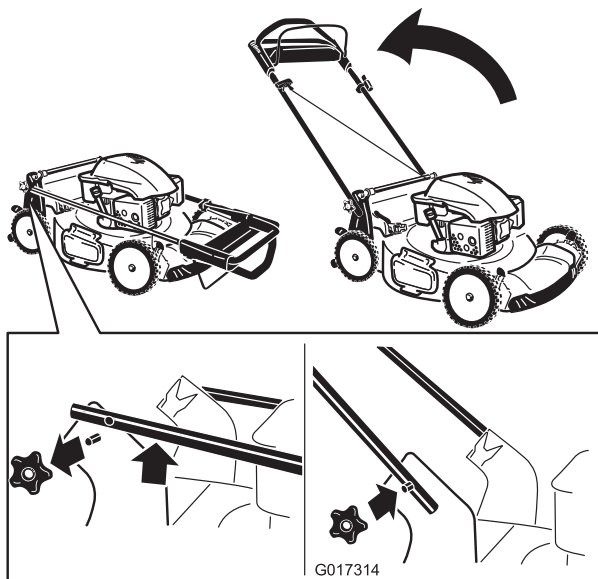

Figure 3
1. Retirez les boutons du guidon sur le carter de la machine (Figure 3).